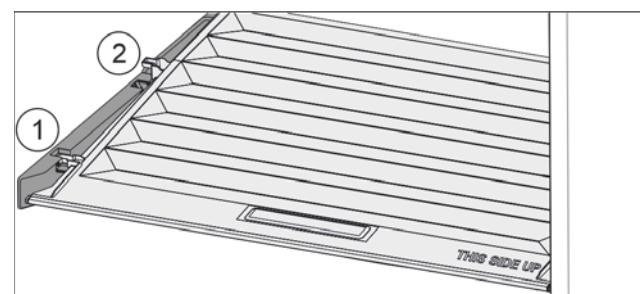

Fig. 137
- Потянуть крышку до отверстия в поддерживающих деталях вперед Fig. 137 (1).
- Поднять сзади снизу и извлечь Fig. 137 (2) движением вверх.